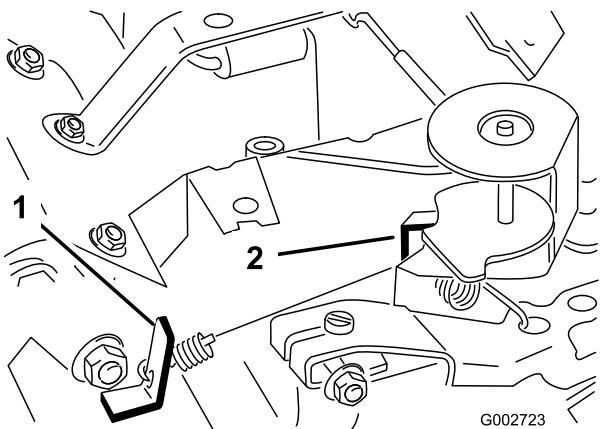

Figure 38
3. Courbez la languette d'ancre du ressort de ralenti réglé (Figure 38) pour obtenir un régime de ralenti de 1725 ± 50 tr/min. Vérifiez le régime avec un compte-tours.
5. Réglez la manette d'accélérateur en position Haut régime. Pliez la languette d'ancrage du ressort de haut régime (Figure 38) pour obtenir un haut régime de 3400 ± 50 tr/min.